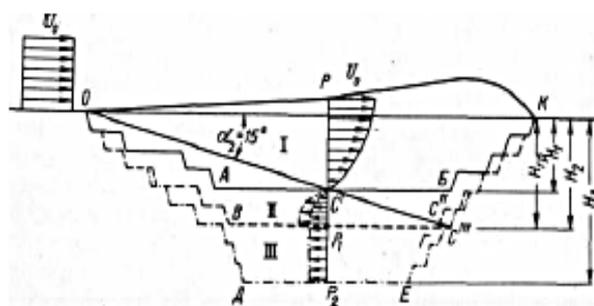

Рис. 2. Схема к определению основных этапов отработки карьера в зависимости от эффективности его естественного проветривания:
Основные этапы отработки карьера, исходя из схем его естественного проветривания могут устанавливаться графическим и аналитическим способами. Графический способ хотя и более трудоемок по сравнению с аналитическим, однако он более нагляден. Для решения этой задачи на плане карьера в отработываемом проектном контуре строятся характерные вертикальные профили, проходящие через его глубокую часть (рис. 2). Критерием оценки эффективности проветривания является безразмерная величина:
Из рис. 2 и формулы (1) следует, что при различном сочетании $H_{гр}$ и H величина \bar{H} может иметь разные значения в диапазоне $0 \geq \bar{H} \leq 1$. Исходя из эффективности естественного проветривания с учётом влияния вредных примесей на уровень загрязнения атмосферы карьера, основные этапы его отработки соответствующим глубинам, определяемым величиной \bar{H} : первый этап — $\bar{H} > 0$; второй — $0,5 > \bar{H} > 0$; третий — $\bar{H} < 0$.
На первом этапе отработки объем $OABKO$ (рис. 2) проветривается по прямооточной (при $\beta_n \leq 15^\circ$) или рециркуляционно-прямоточной схеме (при $\beta_n > 15^\circ$). При этом его большая часть находится в зоне действия прямых потоков воздуха, а рециркуляцией охвачен сравнительно небольшой объем ($OAC'O$), примыкающий к подветренному борту карьера. Вследствие этого загрязнения атмосферы не возникают или их уровень незначителен, а скорости воздушного потока у поверхности уступов и дна карьера при среднегодо-